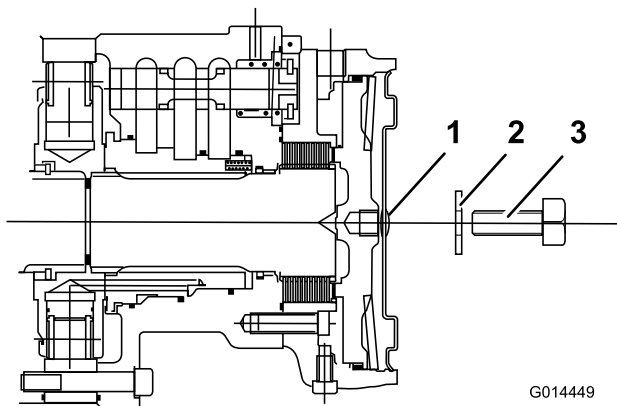

Figura 42
4. Instale um parafuso M12 x 40 mm comprido com anilha no furo no centro da placa de extremidade do motor (Figura 42).
5. Aperte o parafuso no furo roscado no pistão do travão até que o travão seja libertado (Figura 42).
6. Identifique o conjunto de travões de disco do motor da roda da frente do lado esquerdo e repita o procedimento anterior (Figura 42).